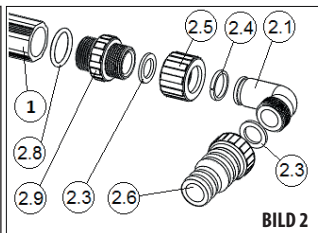
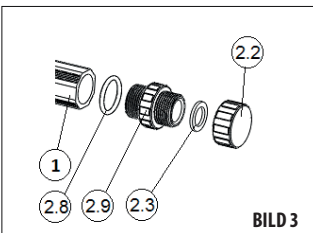

BILD 2
BILD 3
- 1) Montera solfångaren. Skruva fast övergångsröret (2.9) med sina O-ringar i silikon (2.8) på solfångarens rör. VI REKOMMENDERAR ATT ETT TUNT LAGER SMÖRJMEDEL STRYKS PÅ SOLFÅNGARRÖRENS FRÄMRE TÄTNINGSYTA(1) FÖR ATT PÅ SÅ SÄTT UNDVIKA EVENTUELLA LÄCKAGE. Skruva fast slanghullar på övergångarna (BILD 2) och pluggar (BILD 3). I ett av solfångarrörens finns en bussning, i det röret skall slanghullar användas, på det andra röret monterar pluggar.